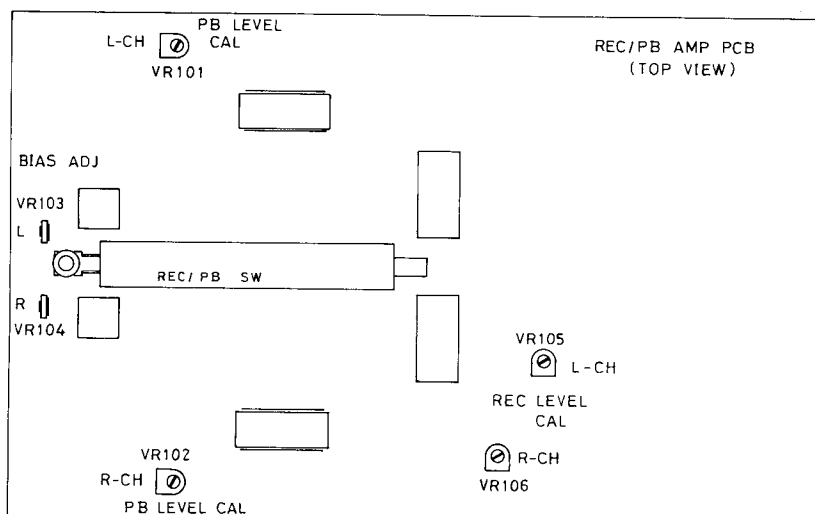

Fig. 2
plaquette de circuit principal (voir Fig. 2) tout en répétant les opérations d'enregistrement et d'écoute, jusqu'à ce que les sorties correspondant aux signaux de 10.000Hz et 400Hz atteignent le même niveau.
2. Procéder à l'écoute de la bande d'essai LCT-7001 ou un équivalent et ajuster le potentiomètre VR101 (VR102 pour le canal de droite) sur la plaquette de circuit principal (voir Fig. 2) de façon à obtenir sur le voltmètre CA un affichage de 580mV.
4. Si une différence est relevée entre les niveaux d'enregistrement et de lecture, répéter l'opération du point 3 en ajustant le potentiomètre VR105 (VR106 pour le canal de droite) de la plaquette de circuit principal (voir Fig. 2) lors de l'enregistrement.